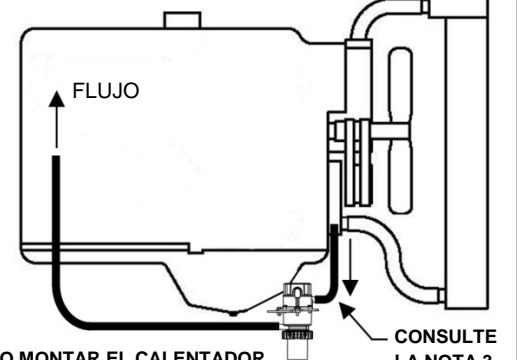

Figura 1
2. Monte el calentador como se muestra en la Figura 1, con la bomba en la parte inferior y la conexión del cable de suministro eléctrico en la parte superior. Conecte el calentador lo más bajo posible al bastidor del equipo u otra área adecuada. El calentador debe estar en el nivel más bajo posible de la camisa de agua del motor. La entrada del calentador debe estar debajo del punto en donde se retira el refrigerante del motor.
El calentador funcionará correctamente sólo si se monta en posición vertical, como se muestra en la Figura 1.
La manguera de entrada debe tenderse de manera continua hacia abajo del motor, hasta el calentador, sin hundimientos ni cambios de pendientes que pudiesen atrapar el aire. La succión de refrigerante debe estar lo más cerca posible al área que se encuentra directamente encima del calentador. Véase la Figura 1. Esto mejorará la salida de aire del calentador durante la puesta en funcionamiento y garantizará que el calentador tenga un suministro permanente de refrigerante.